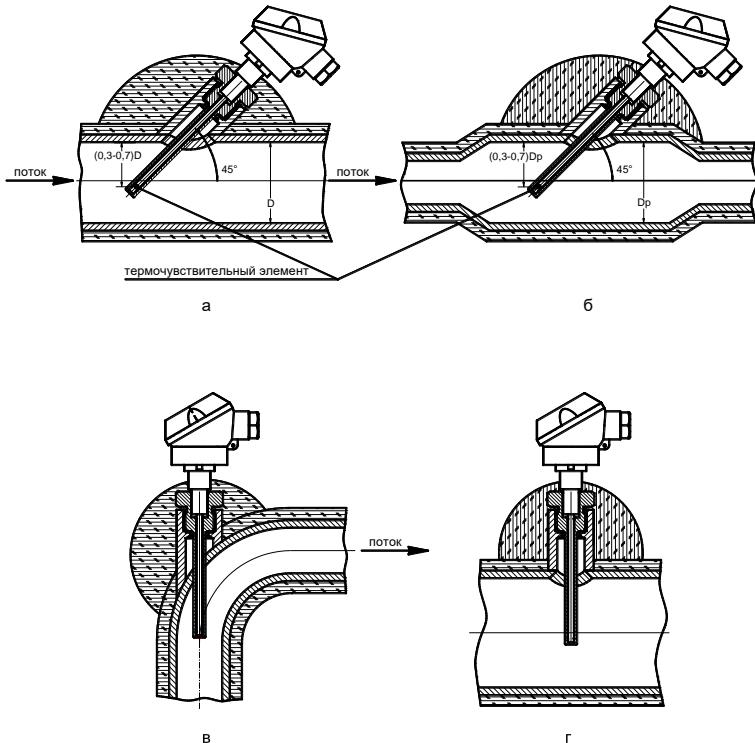

Рисунок 8.8 Рекомендуемые варианты установки термопреобразователей на трубопроводе
8.4.1 В выбранном месте установки ТС в верхней части трубопровода делается отверстие под защитную гильзу. Глубина погружения чувствительного элемента ТС должна быть $(0,3\text{--}0,7)D$, где D – внутренний диаметр трубопровода (рисунок 8.8 а).
8.4.2 Если диаметр чувствительного преобразователя ТС превышает $0,13D$, то допускается при установке ТС применять расширителя (рисунок 8.8 б), где D_p – внутренний диаметр расширителя.